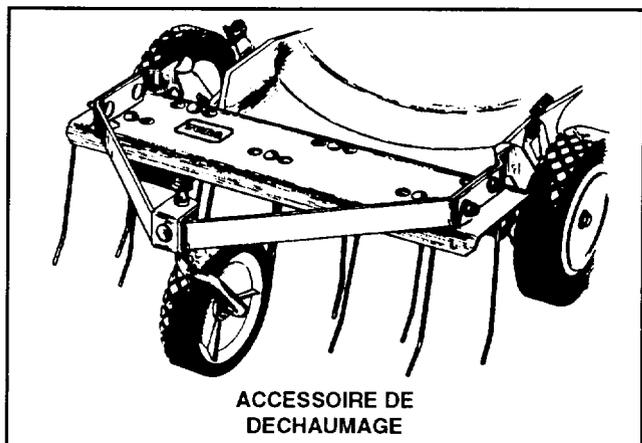

Figure 27
**1. Déchaumeur (modèle 59131)** – S'installe en quelques minutes à l'avant de la tondeuse afin de faciliter les manoeuvres. Des fourches à ressort désagrègent le chaume afin de permettre une bonne aspiration dans le sac à herbe (fig. 27) et donc un enlèvement pratique.